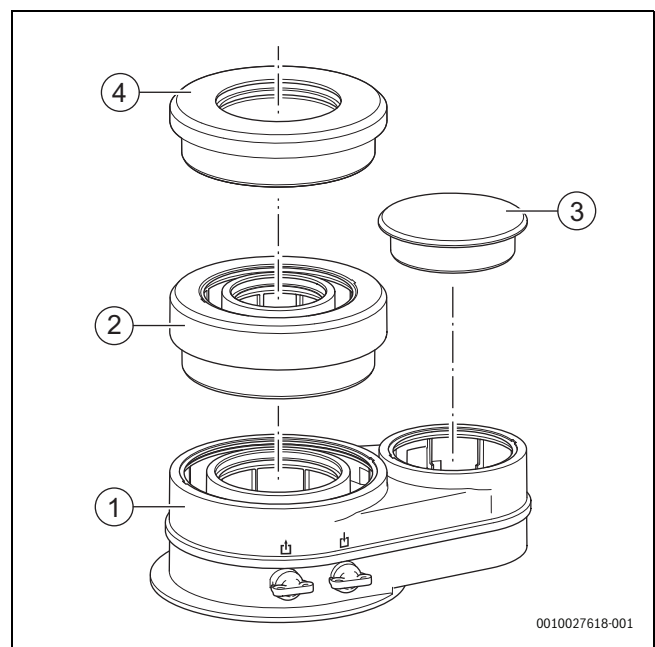

Fig. 32 Struttura dell'adattatore per condotto gas combusti
- ▶ Dopo l'installazione, i componenti sciolti devono essere collegati completamente all'adattatore di base (→ fig. 32).